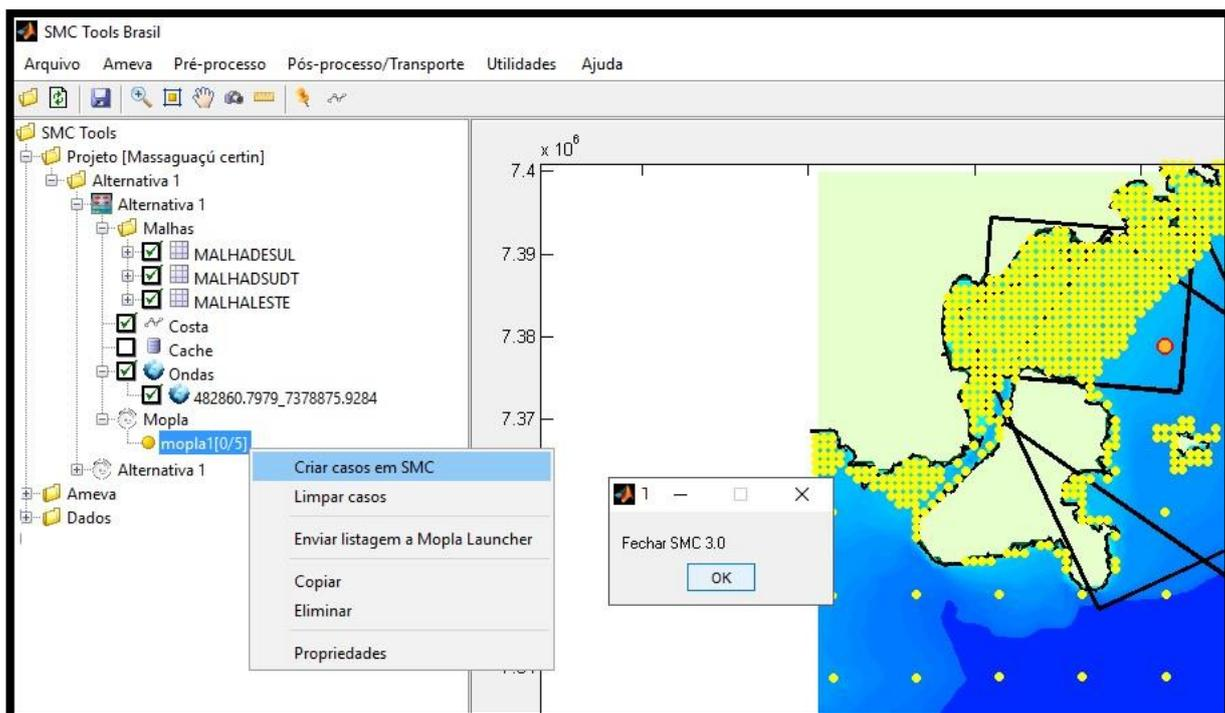

Figura 39 – Subpasta MOPLA com os casos a serem propagados.
- 62) No explorador de pastas do lado esquerdo, abrir a “Alternativa 1”. Aparecerá um novo diretório chamado “Mopla” (Figura 39), onde internamente estão os casos
- 63) Clicar com o botão direito do *mouse* em **mopla1** e clicar em “Criar casos em SMC” (Figura 39) para transferir todos os casos gerados ao programa SMC 3.0 (antes de “Criar caso em SMC” assegurar-se que a ferramenta do SMC 3.0 está fechada);